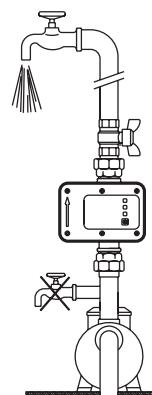

Fig. 2
COLLEGAMENTO ELETTRICO (fig.2)
Accertarsi che la tensione di alimentazione sia 115/230V ± 10% (230V per IDROMAT 5e), togliere il coperchio 1 del circuito elettronico. Effettuare il collegamento elettrico secondo quanto indicato sulla placcia fig. 2.
- d) Il collegamento elettrico non è corretto: verificare con le istruzioni della fig. 2,3,4.